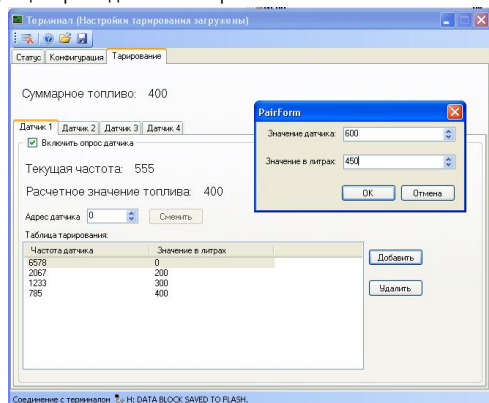

Рисунок 4. Вкладка "Тарирование"
4) Подключить компьютер с программой TRANSPORT CONFIGURATOR к MT. Подать питание на MT. В программе TRANSPORT CONFIGURATOR открыть вкладку "Тарирование" (рис. 4). Включить опрос датчиков и их адреса согласно конфигурации. После установки адреса датчика нажать кнопку "Сменить". Проконтролировать надпись: "Настройки тарирования сохранены" в заголовке окна. В случае отсутствия такой надписи повторить действие.